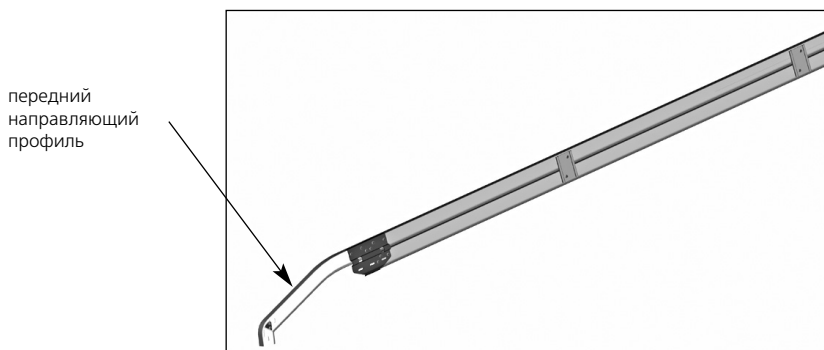
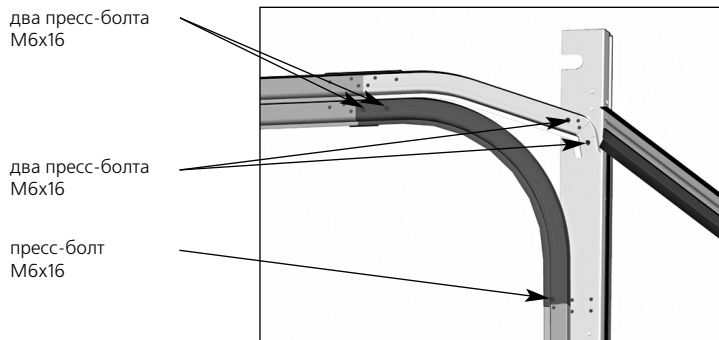

Рис. 15. Горизонтальная направляющая
Рис. 16. Места установки болтов
- 1) Собрать горизонтальную направляющую, показанную на рис. 15, с радиусным профилем, совместив кромки дорожек качения (рис. 16).
- 5) Установить один пресс-болт М6х16 крепления радиусного профиля к пластине крепления опорной стойки, два пресс-болта М6х16 крепления переднего направляющего профиля к опорной стойке (рис. 16). Болты заводят изнутри профилей.